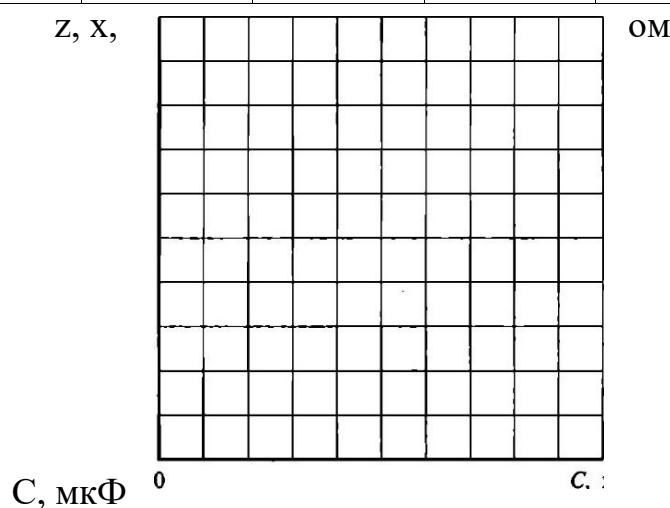

Рис. 5.3. Зависимость полного и реактивных сопротивлений ЭЦ от емкости
6.2. На основании результатов вычислений построить в одной системе координат на рис. 5.3 зависимости $Z(C)$, $Z_k(C)$ или X_{DC} , X_{AC} .